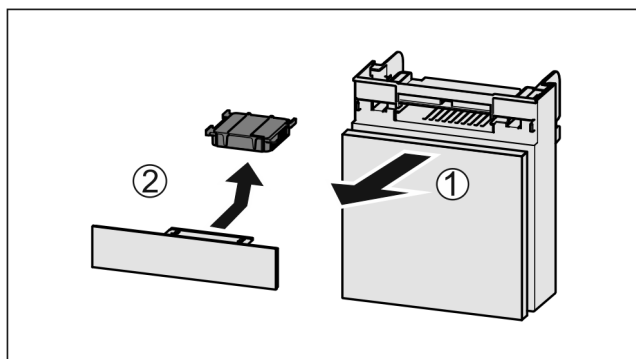

Fig. 108
- ▶ Zásuvku vytáhněte dopředu Fig. 108 (1).
- ▶ Filtr s aktivním uhlím vyjměte Fig. 108 (2).